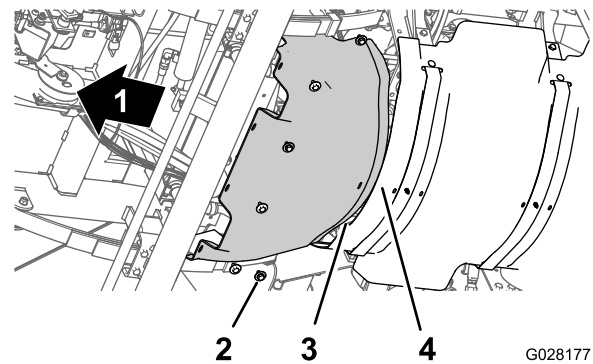

Figure 62
1. Alignez la bride arrière de l'écran pare-chaueur avant et la bride avant de l'écran pare-chaueur arrière (Figure 62).
2. Alignez les trous de l'écran pare-chaueur avant et les trous filetés du châssis (Figure 62).
3. Montez l'écran pare-chaueur avant sur la machine au moyen des 6 boulons à tête hexagonale et des 6 rondelles (Figure 62) retirés à l'opération 3 de Dépose de l'écran pare-chaueur avant \(page 53\).